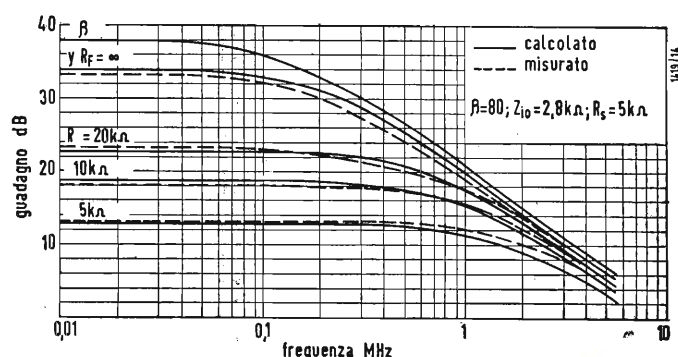

Fig. 14 - Guadagno in funzione della frequenza calcolato e misurato con controeazione di tensione.
In fig. 14 sono riportate cinque curve; β_0 , senza controreazione esterna, e tre differenti valori di resistenze di controreazione, 20 k Ω , 10 k Ω e 5 k Ω . Si usano le formule (18) e (48) per calcolare l'effetto della controreazione sul guadagno e sulla frequenza di taglio. Le curve, misurate e calcolate, differiscono entro 1 dB come in (a).